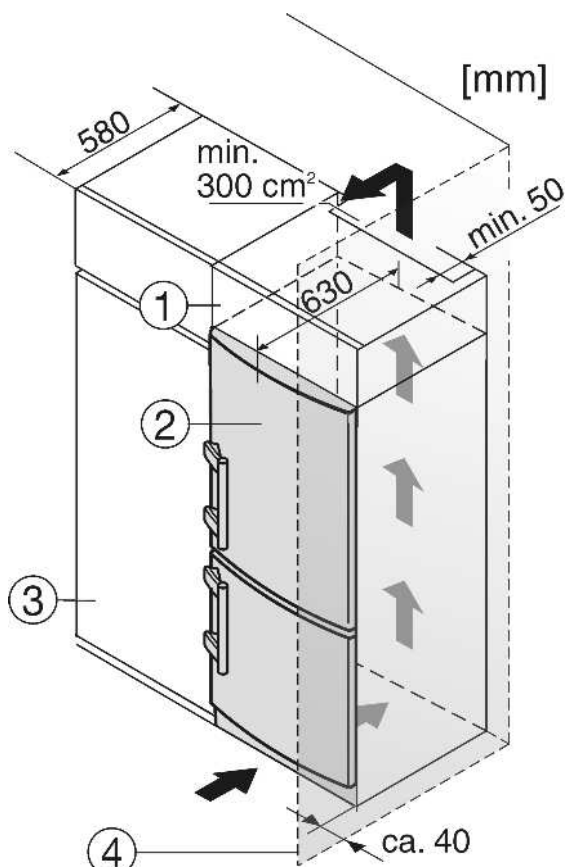

Fig. 9
- (1) Дополнительный шкафчик
(2) Устройство
- (3) Кухонный шкаф
(4) Стенка
Устройство может быть окружено предметами кухонной обстановки. Чтобы уравнивать устройство Fig. 9 (2) по высоте с кухонной стенкой, можно установить над устройством соответствующий дополнительный шкафчик Fig. 9 (1).
При комбинировании с обычными кухонными шкафами (глубина макс. 580 мм) устройство можно установить непосредственно рядом с кухонным шкафом Fig. 9 (3). Дверь устройства выступает по сторонам на 34 мм и по центру устройства на 50 мм относительно передней стенки кухонного шкафа. Поэтому ее можно свободно открывать и закрывать.
Если устройство установлено на шарнирах у стены *Fig. 9 (4)*, то расстояние между устройством и стеной должно быть не менее 40 мм. Настолько выступает ручка при открытой дверце.